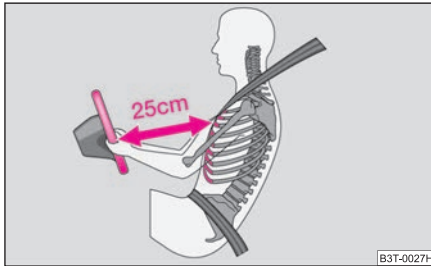

Abb. 157 Sicherer Abstand vom Lenkrad
- Für den Fahrer und Beifahrer ist es wichtig, einen Abstand von mindestens 25 cm vom Lenkrad bzw. von der Schalttafel einzuhalten ⇒ **Abb. 157**. Wenn Sie den Mindestabstand nicht einhalten, kann Sie das Airbag-System nicht schützen – Lebensgefahr! Außerdem müssen die Vordersitze und die Kopfstützen immer der Körpergröße entsprechend richtig eingestellt sein.